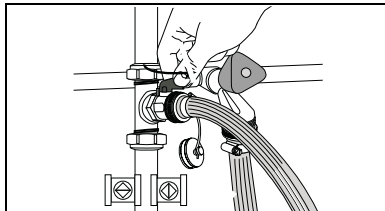

Fig. 13 Vullen van de cv-installatie
- Sluit de slang aan op de vulkraan onder het cv-toestel (fig. 13).